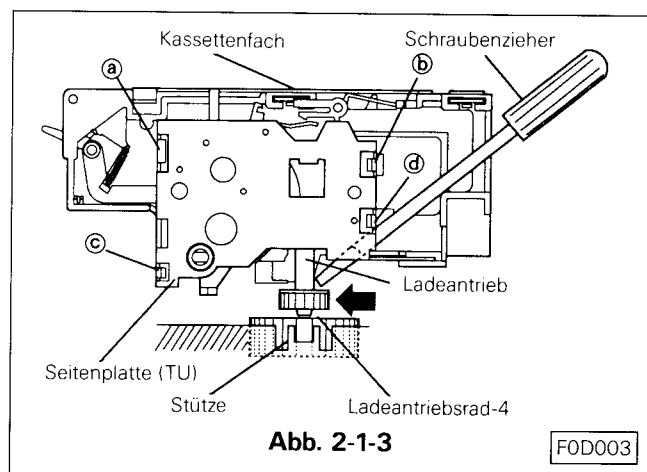

Abb. 2-1-3
- Das Kassettenfachtantriebsrad ist nach Abschnitt B. in den meisten Fällen noch nicht in dem Halter fixiert. In diesem Falle bewegen Sie das Antriebsrad durch drücken in Richtung vorwärts, damit es im Antrieb einrastet. Siehe Abb. 2-1-3 ist es wie oben beschrieben nicht möglich, das Antriebsrad einrasten zu lassen, schieben Sie das Antriebsrad 4 a etwas unter das Deck und das Kassettenfachtantriebsrad ist sehr einfach zu fixieren.
2-2-1 Ausbau (siehe Abb. 2-1-3, 2-2)
- Die Halteschnapper (a), (b), (c) und (d) der Platte an der Aufwickelseite des Kassettenfachs lösen und die Platte entfernen. (Siehe Abb. 2-1-3)
2-2-2 Einbau (siehe Abb. 2-1-3, 2-2)
- Die Seitenplatte am Kassettenfach Aufwickelseite aufsetzen und in die Schnapper (a), (b), (c) und (d) einrasten. (Siehe Abb. 2-1-3)